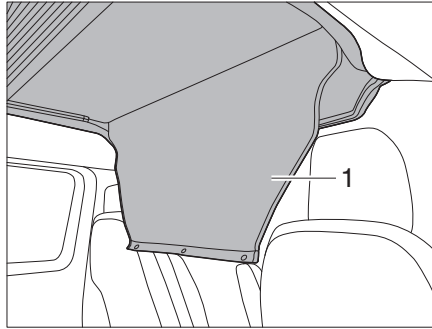

Bild 3 Durchstiegsabdeckung aufrollen
- Durchstiegsabdeckung (Bild 3,1) öffnen und aufrollen.